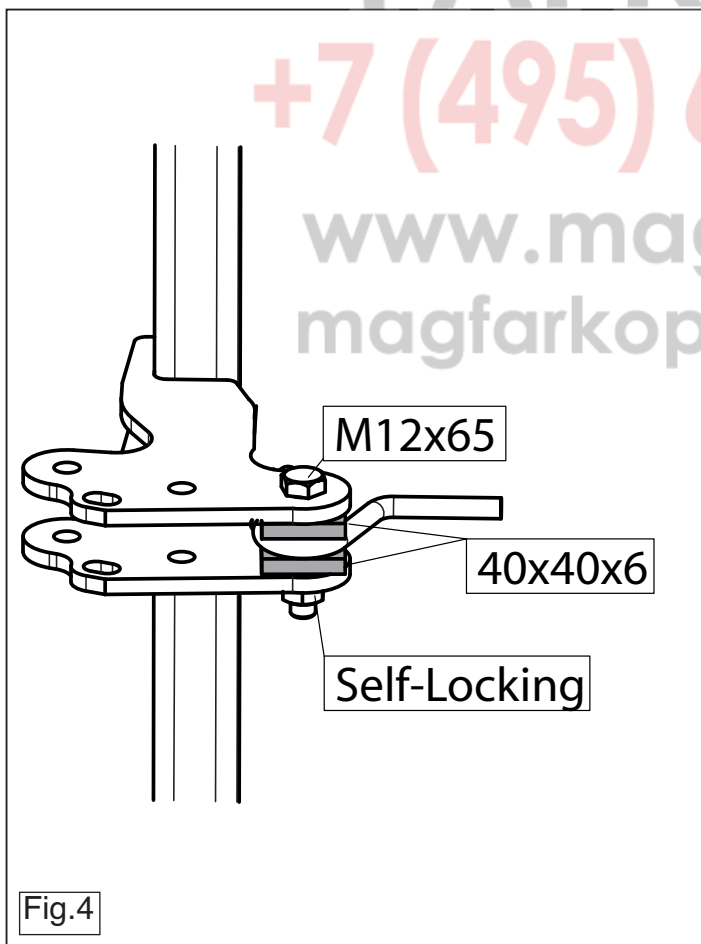

Fig.4
9. Fit the cross beam E centrally at points G onto the towing eye (fig.4).
9. Den Querbalken E in der Mitte bei das Punkt G an der Schleppöse befestigen (Abb. 4).
9. Placer la traverse E au centre à l'emplacement des points G de l'anneau de remorquage (fig. 4).